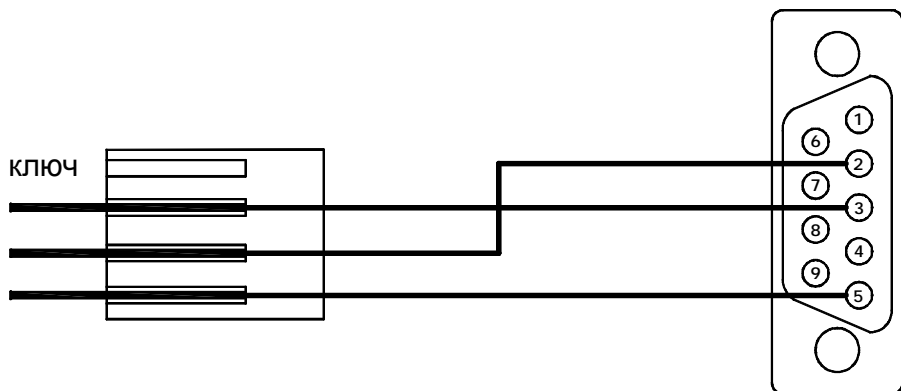
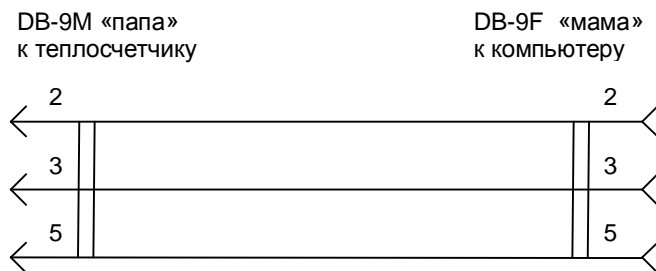

Рис. 1
Рис. 2
- непосредственно к прибору по RS-232, с использованием кабеля изображенного на рис. 1. Кабель подключается к COM порту компьютера и к соответствующему разъему прибора. Для считывания информации можно воспользоваться программой, поставляемой предприятием «АРВАС» (COUNTER.EXE), или написать собственную программу, воспользовавшись описанием протокола обмена и дешифрации данных.
Для связи используются линии RXD, TXD, GND. Если Вы изготавливаете кабель сами и Вам нужно подключить компьютер непосредственно к разъему на плате прибора, то распаяйте кабель согласно Рис.1 Если в Вашем приборе уже установлен кабель-переходник с платы на разъем DB9 («папа»), то Вам достаточно распаять кабель изображенный на рис. 2.